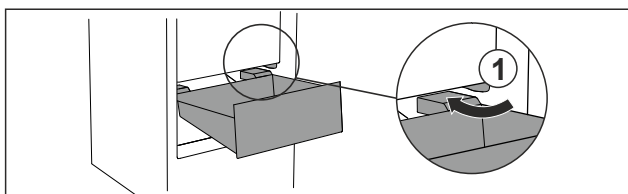

Fig. 68
- Zásuvku vedte šikmo podél zářezů Fig. 68 (1).